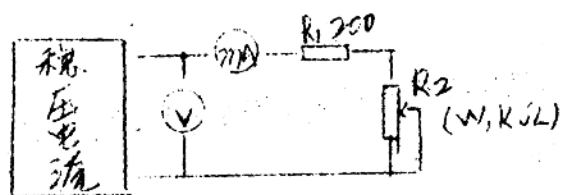

图 1-2
按图 1-2 接好线路，负载电阻是 R_1 和 R_2 的串联， R_1 是限流电阻， R_2 是可变电阻。先把 R_2 置接大后接通电源并调节使之输出电压 $V = 10 \text{ (V)}$ 逐次减小电阻 R_2 ，读取各电流下相应的电压值记入表 1-2 中。